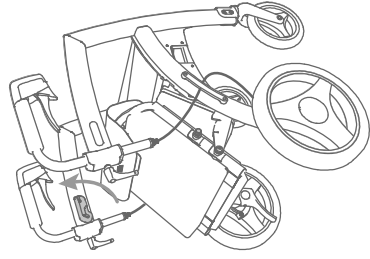
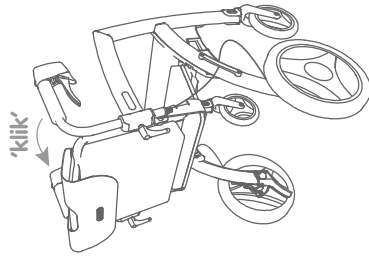

Figura 34: Tire del respaldo hacia arriba. Tire hacia adelante.
Figura 35: Encajar el respaldo en las guías
- A continuación, tire del respaldo hacia arriba y hacia atrás **(Figura 34)** hasta que los pasadores de bloqueo de las guías superiores encajen en el marco **(Figura 35)**. ¿Los pasadores de bloqueo superiores no se deslizan suavemente en las guías del marco? Entonces empuja el respaldo hacia adelante de nuevo hasta la mitad del cuadro e inténtalo de nuevo.